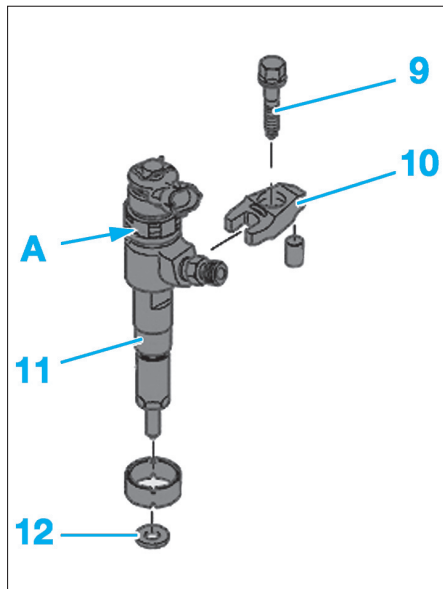

Fig. 35
- la vis (9) (Fig.35),
- la bride d'injecteur (10),
- l'injecteur (11),
- le joint (12).
*Ne pas intervenir sur l'écrou (A).*